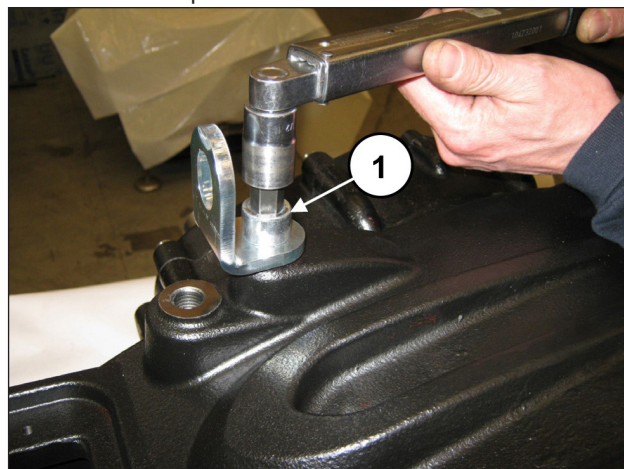

Fig. 95
Monter les bouchons et les étriers de levage à l'aide des vis M16x30 (rep. ①, Fig. 95).